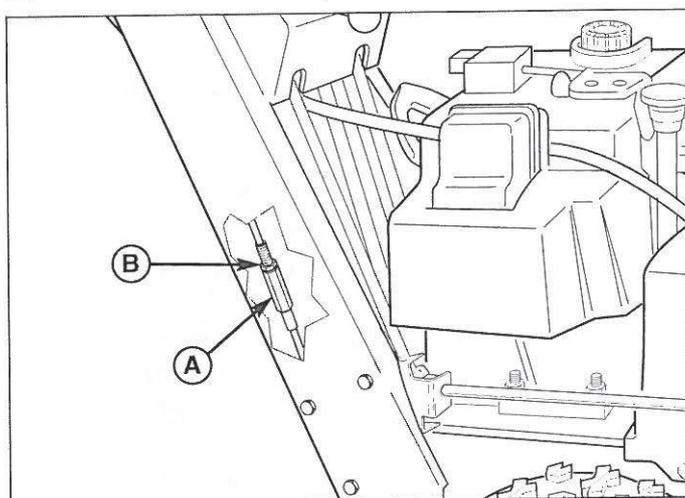

Figura 21. Regolazione del cavo
2. Allentare il controdado (B, Figura 21).
3. Girare il dado di regolazione (A) in modo da allungare o accorciare il cavo. Il cavo va stretto quel tanto che basta per la rimozione di tutta la lentezza dalla leva ma non deve far sbloccare l'Easy Turn(tm) senza che venga premuta la leva di comando.